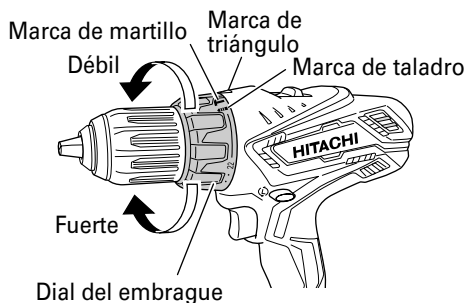

Fig. 5
1. Confirmar la posición de la dial del embrague (Ver la Fig. 5)
3. Cambio de rotación a impacto (Ver Fig. 5)